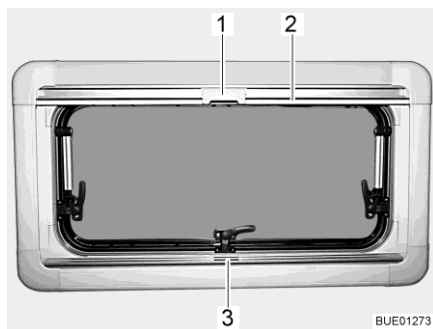

Bild 86 Ausstellfenster
- Faltverdunklung in der Mitte der Griffleiste (Bild 86,3) fassen, von unten nach oben ziehen und auf der gewünschten Höhe loslassen. Die Faltverdunklung bleibt in dieser Höhe stehen.
- Insektenschutzrollo an der Griffleiste (Bild 86,2) nach unten ziehen, bis es an der Griffleiste der Faltverdunklung (Bild 86,3) anstößt.
- Raste (Bild 86,1) am Insektenschutzrollo mit der Griffleiste der Faltverdunklung verriegeln.
- Raste (Bild 86,1) am Insektenschutzrollo oben nach hinten drücken.
- Insektenschutzrollo an der Griffleiste (Bild 86,2) langsam zurückführen.